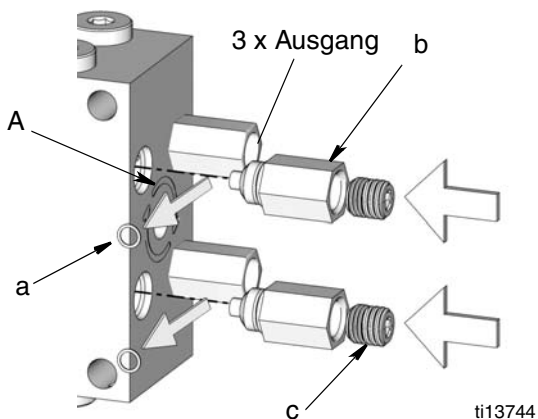

ABB. 1
- Die Dichtung der Sichtfläche (a) vom Auslassadapter (b) abnehmen (ABB. 1).
Das Schmiermittel aus dem verschlossenen Auslassadapter wird an den nächsten Auslass am USP-Verteilerblock umgeleitet. Dazu fließt es im Uhrzeigersinn entsprechend der Pfeilrichtung (A), die auf dem Block gestempelt ist (siehe ABB. 1).
**Zum Beispiel in ABB. 1:** Durch Abnehmen der Dichtungen auf der Sichtfläche und Einstecken von 2 Auslassadaptern wird die Schmiermittelmenge am nächsten Auslass verdreifacht. Dieser Auslass schließt die Ausgabe der verschlossenen Auslässe ein, die jetzt umgeleitet sind, sowie die seines eigenen Ausgangs.